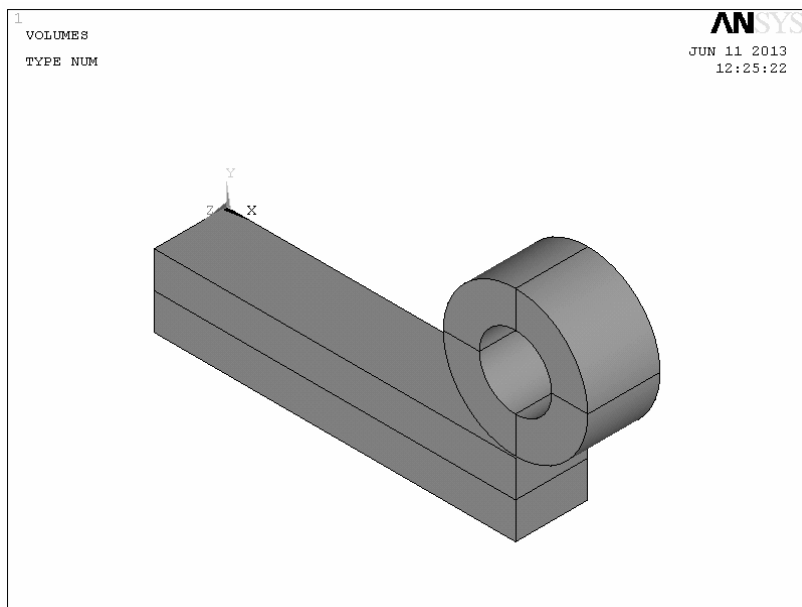

图 2-158 A、B、C 模型
(11) 依次选择 Utility Menu>Plot>Volumes，重新显示 A、B、C 的模型（见图 2-158）。